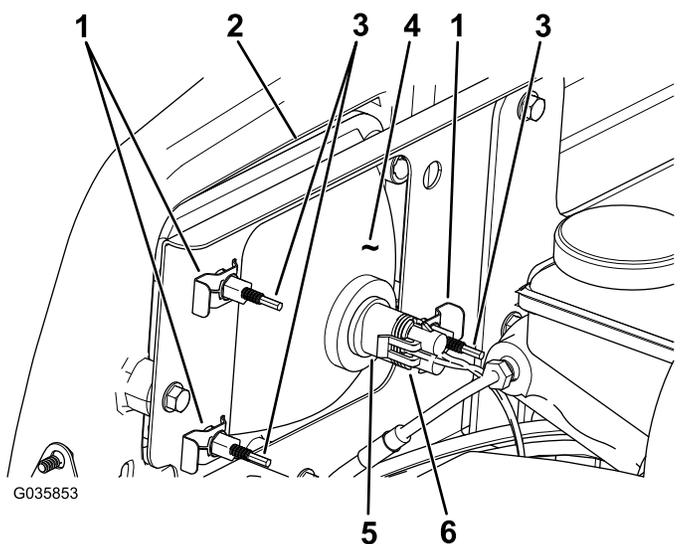

Рисунок 50
3. Отсоедините электрический соединитель жгута проводов от соединителя лампы в сборе (Рисунок 50).
5. Снимите фару в сборе, подавая ее вперед сквозь отверстие в переднем бампере (Рисунок 50).
6. Вставьте новую лампу через отверстие в бампере (Рисунок 50).
8. Подсоедините электрический соединитель жгута к соединителю лампы в сборе (Рисунок 50).
2. В задней части узла передней фары поверните регулировочные винты (Рисунок 50), чтобы повернуть фару и изменить положение луча.
4. Снимите скобы под саморез, которые крепят фару к кронштейну фары (Рисунок 50).